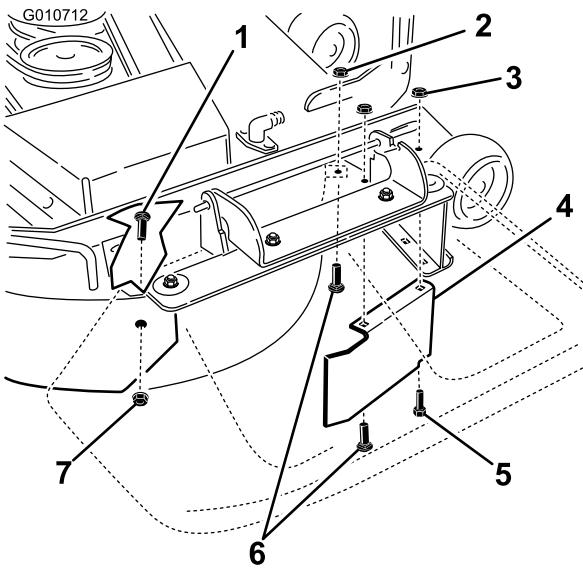

Figura 37
- Retire el perno de cuello cuadrado (5/16 x 3/4 pulg.) y la contratuerca (5/16 pulg.), situados en la pared trasera de la carcasa de corte, que sujetan el deflector a la carcasa (Figura 37).
10. Localice el protector del deflecto en el borde delantero del orificio de descarga lateral. Retire los fijaciones que sujetan el protector del deflecto y el deflecto derecho a la carcasa de corte, según se muestra en Figura 37. Retire el protector del deflecto y guarde todos los herrajes.